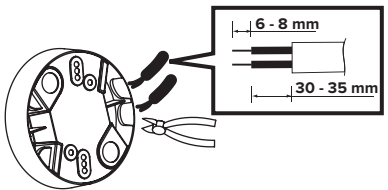

FIG. 12
2. Pour faire passer les fils dans les ouvertures sur le côté de l'enceinte, dégagés ces trous marqués mais encore couverts à l'aide de cutters latéraux. Faites ensuite passer le câblage dans les trous dégagés et dénudez l'isolation du câblage sur 6-8 mm (FIG. 12).